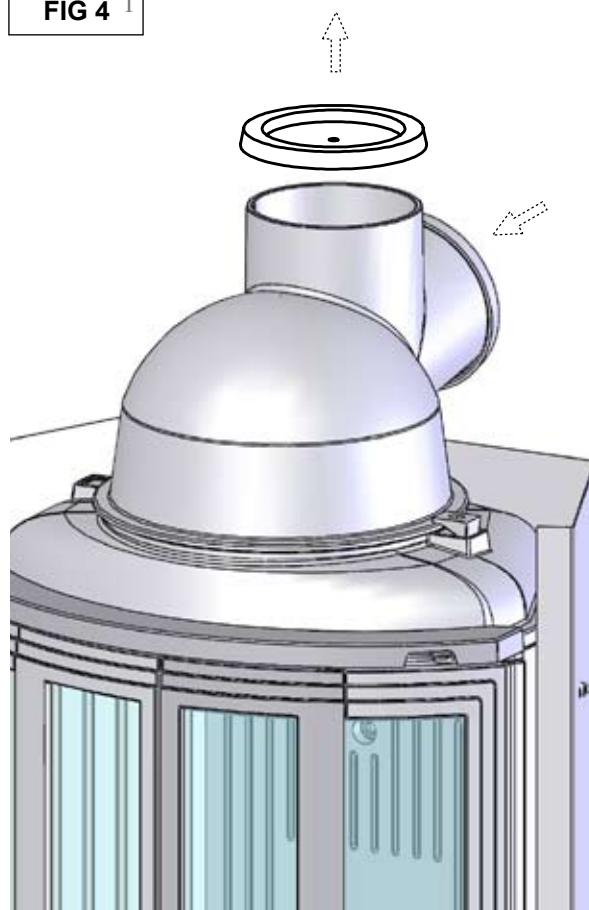

FIG 5 ^T
FIG 5: Ved montering av peis på brennbar gulv må hele gulvet innvendig i omrammingen dekkes av en stålplate (1) med minimum 0,7 mm tykkelse. Stålplate bestilles separat hos din forhandler. Gulvbelegg som teppe, nålfilt og lignende under stålplaten må fjernes.
FIG 5: In case of inflammable flooring, the area inside the insert needs to be covered by a steel plate that is at least 0,7 mm thick. The steel plate is ordered separately from your local dealer. Place the insert as shown and connect the flue to the chimney.